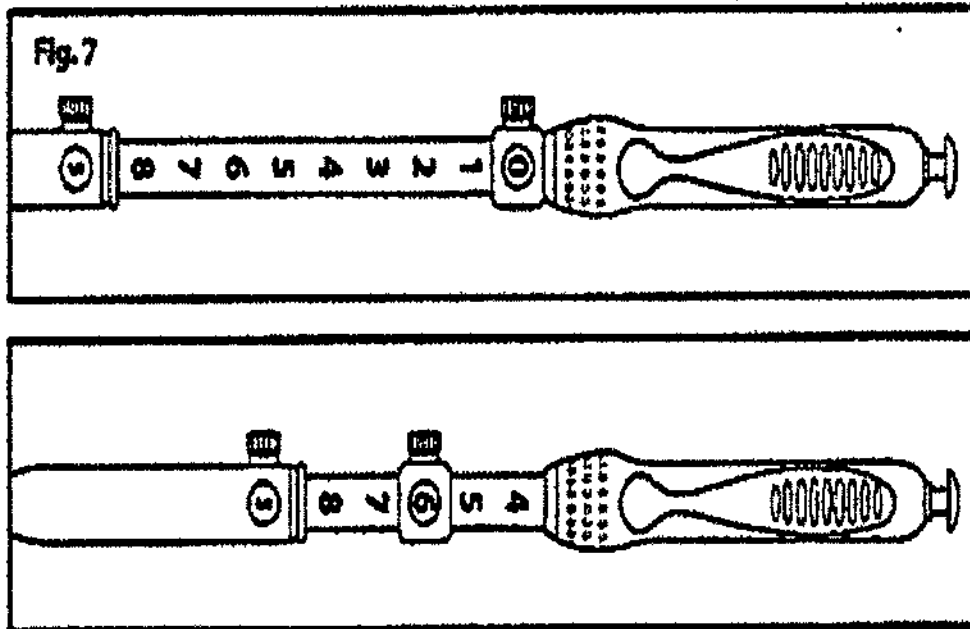

Figura 6
6. Con el endoscopio y el dispositivo rectos, haga avanzar la aguja la distancia deseada aflojando el tornillo de mano del anillo de seguridad y haciéndolo avanzar hasta que la marca de referencia deseada del avance de la aguja aparezca en la ventana del anillo de seguridad. (Vea figura 6). Apriete el tornillo de mano para asegurar el anillo de seguridad en posición.